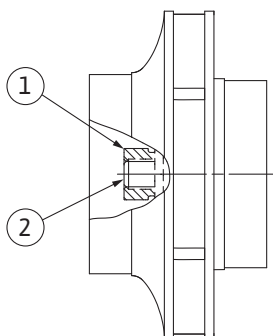

Fig. 102: Правильное положение гайки рабочего колеса после монтажа
8. Удерживая вал гаечным ключом (с шириной зева 22 мм), затянуть гайку рабочего колеса с предписанным крутящим моментом затяжки (см. таблицу «Крутящий момент затяжки» [► 29]). Гайка (Fig. 102, поз. 1) должна располагаться заподлицо с концом вала (Fig. 102, поз. 2) с допуском $\pm 0,5$ мм. Если это условие не выполняется, ослабить гайку и повторить операции 4 – 8.